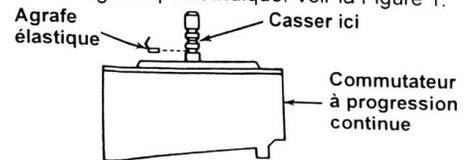

Figure 1
4. Déposer l'agrafe élastique de la tige neuve et, avec une paire de pinces, casser la tige au point indiqué. Voir la Figure 1.
5. Reposer l'agrafe élastique dans l'encoche. Voir la Figure 1.